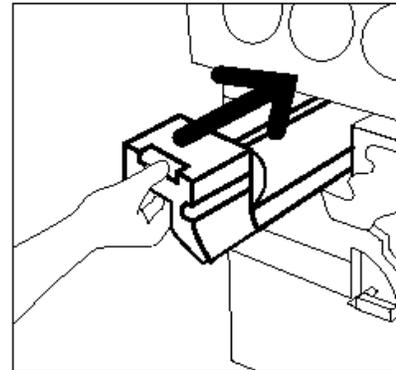

**Figura 31: Retirar a Folha de Protecção do Cartucho**
**6** Segure a ponta da Folha de Protecção e puxe a folha lentamente para fora, no sentido contrário ao dos ponteiros do relógio, relativamente ao Cartucho de Cópia/Impressão, tal como ilustrado na Figura 31.